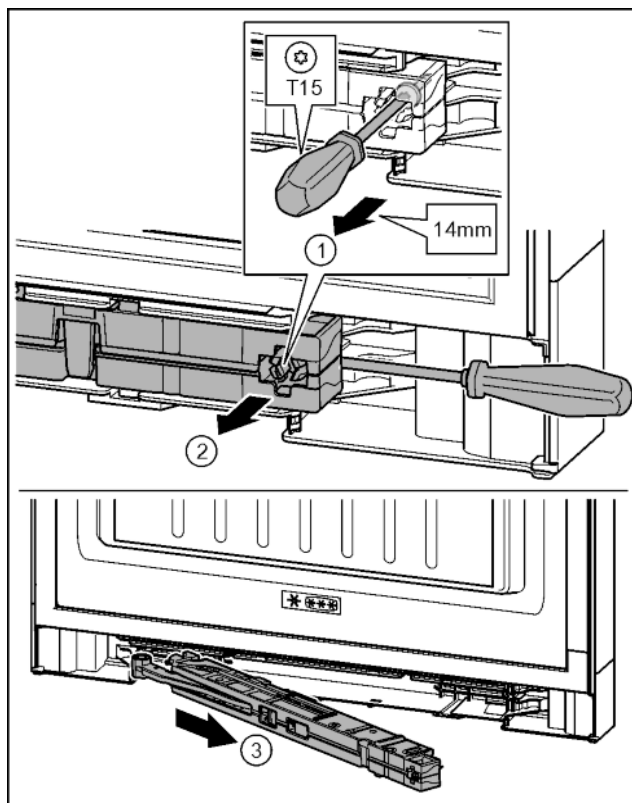

Fig. 16
- ▶ Schroef op de sluitdempereenheid met schroevendraaier T15 ca. 14 mm losdraaien. *Fig. 16 (1)*
- ▶ De schroevendraaier aan de kant van de greep achter de sluitdempereenheid aanbrengen. Eenheid naar voren draaien. *Fig. 16 (2)*
- ▶ Eenheid eruit trekken. *Fig. 16 (3)*